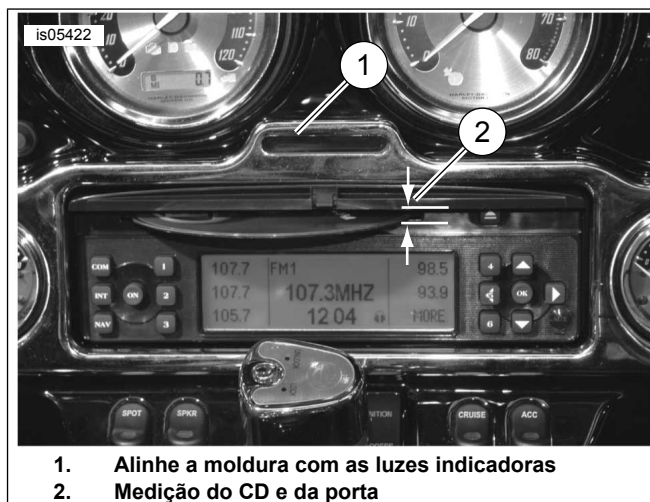

Figura 4. Instalação da moldura do medidor/rádio
4. Veja Figura 4. Instale a moldura alinhando sua abertura (1) com as luzes indicadoras e verificando se a porta do CD se abre sem raspar na moldura.
5. Meça a distância entre a porta e o CD (1). Se a distância for de 3,2 mm (1/8 pol.) ou mais, a instalação estará completa. Se a distância for inferior a 3,2 mm (1/8 pol.), prossiga para o passo 6.